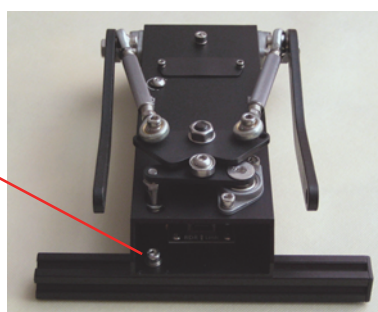

Рис. 2.2.
1. Выкрутите винт, скрепляющий заднюю ногу с корпусом (рис. 2.2), из профильной гайки, расположенной внутри профиля ноги, и отделите ногу.